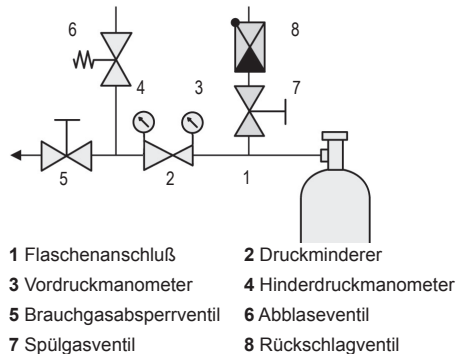

Abb. 10: Fließschema FMD 5## - 21
- Die Überwurfmutter (Abb. 10) mit dem passenden Gabelschlüssel festziehen. Achtung, keine Schlüsselverlängerungen verwenden, da sonst Gewinde und Dichtung zerstört werden können. Dies kann zu Leckagen und unkontrolliertem Ausströmen des Gasevorrates führen (vollständiger Gaseverlust!).